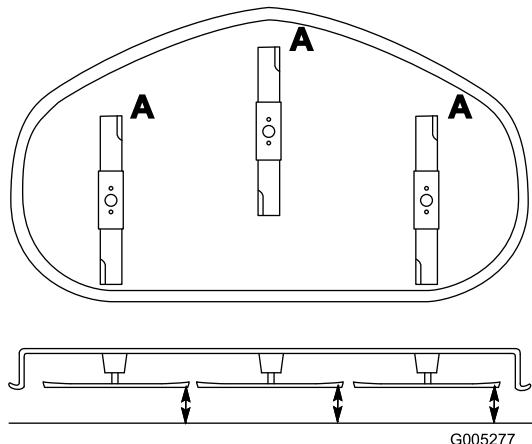

Figura 37
2. Gire las cuchillas hasta que los extremos estén orientados hacia adelante y hacia atrás (Figura 37). Mida desde una superficie nivelada hasta el filo de corte, posición **A**, de las cuchillas (Figura 37). Anote esta dimensión.